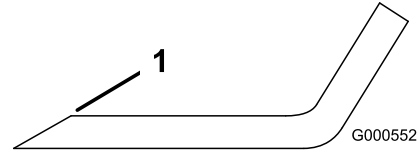

Bild 69
1. Schärfen Sie die Schnittkante an beiden Enden des Schnittmessers mit einer Feile (Bild 69).
Hinweis: Feilen Sie, wenn das Schnittmesser nicht ausgewuchtet ist, vom Windflügelbereich des Messers etwas Metall ab (Bild 69).